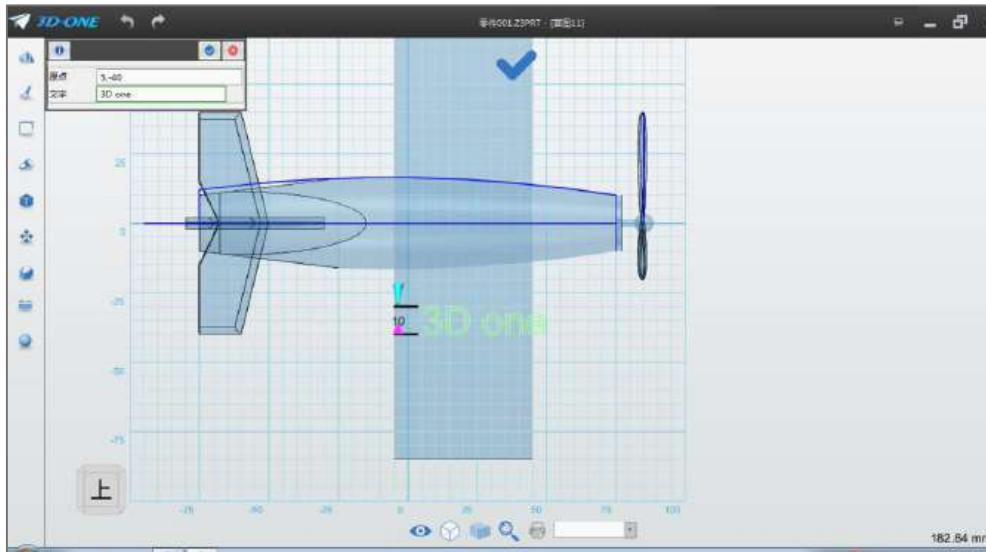

图 4-5
Step 5 点击文字命令 ，绘制平面选择网格平面，文字输入 3DOne，原点选择在机翼位置即可，如下图 4-5 所示：